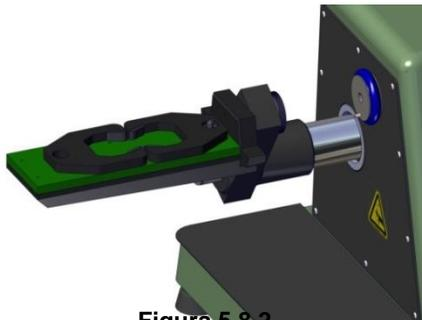

Figura 5.8.2
3. Ubique el herramental de mordaza izquierdo y el puente extensible en la superficie posterior de la base del accesorio de tensión (Figura 5.8.2). Suavemente deslice el perno puente hacia el agujero ubicado en el centro del soporte estacionario de mordaza (Figura 7.3, Ítem 11).